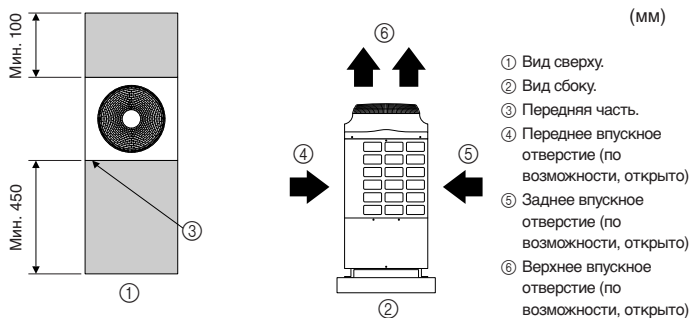

Fig. 2-3
(1) Основная информация для определения необходимого пространства (Fig. 2-3) Пространство, необходимое сзади прибора, определяется воздуховпускным отверстием; необходимо не менее 100 мм. Однако если оставить столько же пространства, сколько и спереди прибора - примерно 450 мм, это упростит обслуживание.